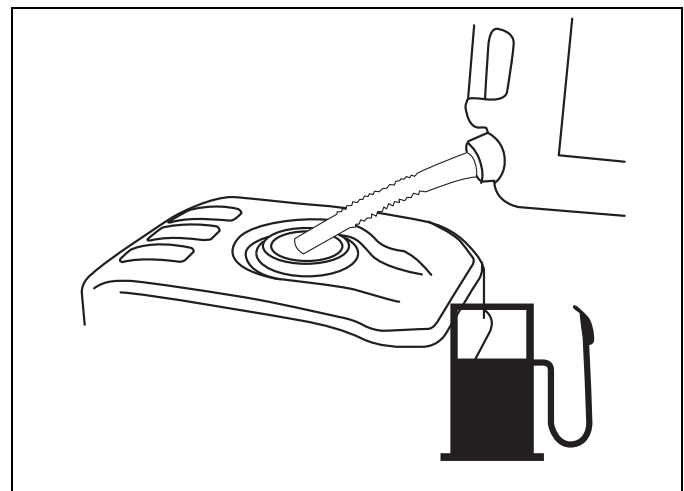

Figura 4-5. Cómo añadir combustible
- Ajuste la bomba de agua en OFF y déjela enfriar dos (2) minutos como mínimo antes de retirar la tapa de combustible. Afloje la tapa lentamente para aliviar presión en el tanque.
2. Añada lentamente combustible normal sin plomo al tanque de combustible. Sea cuidadoso de no llenar en exceso. Llene hasta el anillo indicador rojo del filtro de combustible, esto permitirá la expansión del combustible (Figura 4-5.).